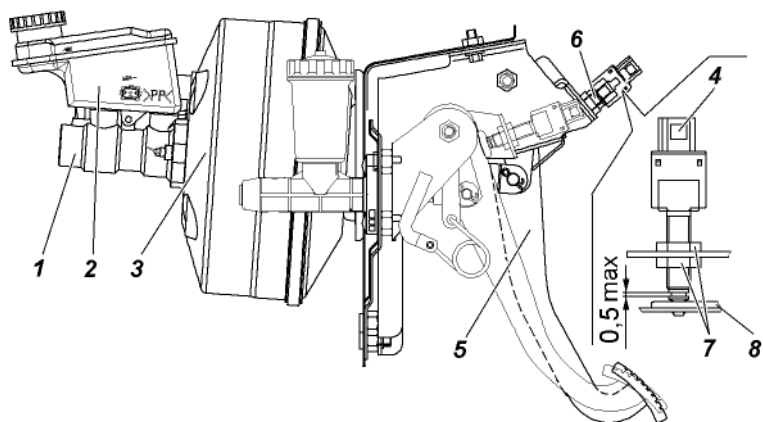

Рис. 9.29. Привод главного тормозного цилиндра:
**Свободный ход педали тормоза** при необходимости регулируйте вращением регулировочного винта 6 (рис. 9.29). Свободный ход педали должен быть 5-8 мм. После регулировки затяните гайку винта с моментом 14 - 18 Н•м (1,4 - 1,8 кгс•м).